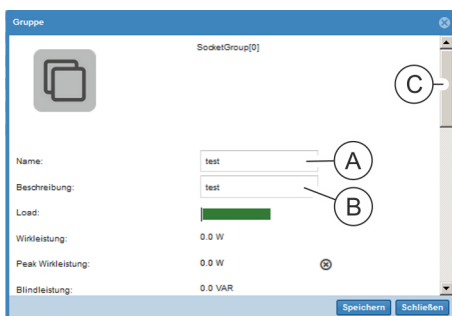

Abb. 133: Fenster "Gruppe"
- ⇒ Es öffnet sich das Fenster "Gruppe" (Abb. 133).
5. Im Fenster "Gruppe" bei Bedarf die Benennung der Gruppe (Abb. 133/Ⓐ) anpassen und bei Bedarf eine Beschreibung hinzufügen (Abb. 133/Ⓑ).
6. Mit dem Scrollbalken nach unten scrollen (Abb. 133/Ⓒ).